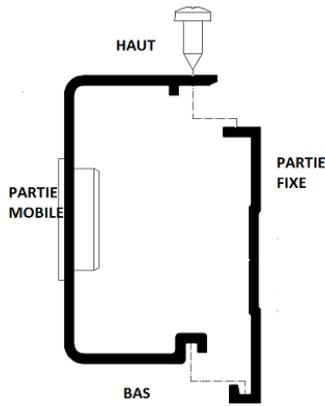

Figure 6 Guide
Avant de monter le produit sur la sous-structure, la partie mobile des guides doit être dévissée, tant du côté de l'entraînement que du côté des paliers (fig.6). Veillez à ce que les manchons coulissants en plastique de la partie mobile des lames ne sortent pas des trous.
-à la hauteur de l'axe de rainure marqueur (35 mm de la haut) – attention : une paroi dans une position selon fig. 6 (crochet rainuré de paroi par le bas)